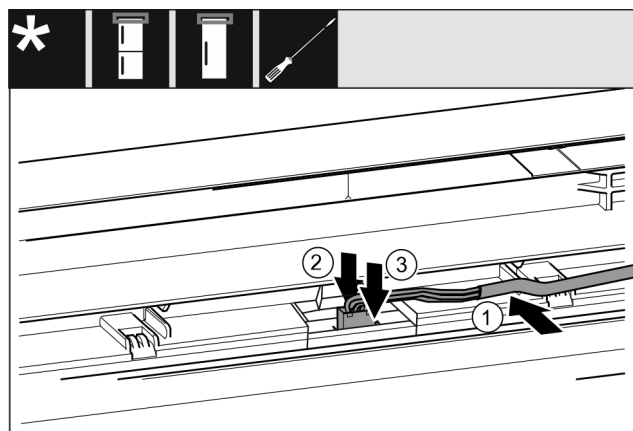

Fig. 63 Combinazioni frigorifero/congelatore / congelatori / refrigeratori*
- Inserire il cavo Fig. 63 [1] nella guida nella porta superiore.*
- Spingere il naso di arresto Fig. 63 [2] all'indietro.*
- Innestare la spina Fig. 63 [3].*